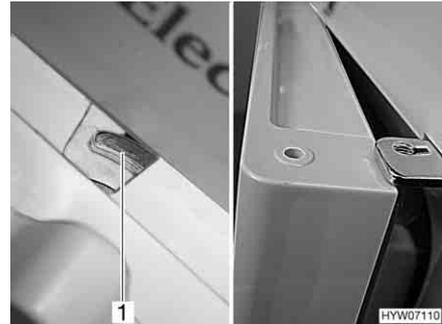

Fig. 212 Puerta del frigorífico en posición de ventilación (Dometic de la serie 7)
- Empujar el bloqueo completamente hacia la derecha. La puerta del frigorífico se fija con ayuda del bloqueo (Fig. 212,1). De este modo, la puerta del frigorífico quedará ligeramente abierta (Fig. 212).